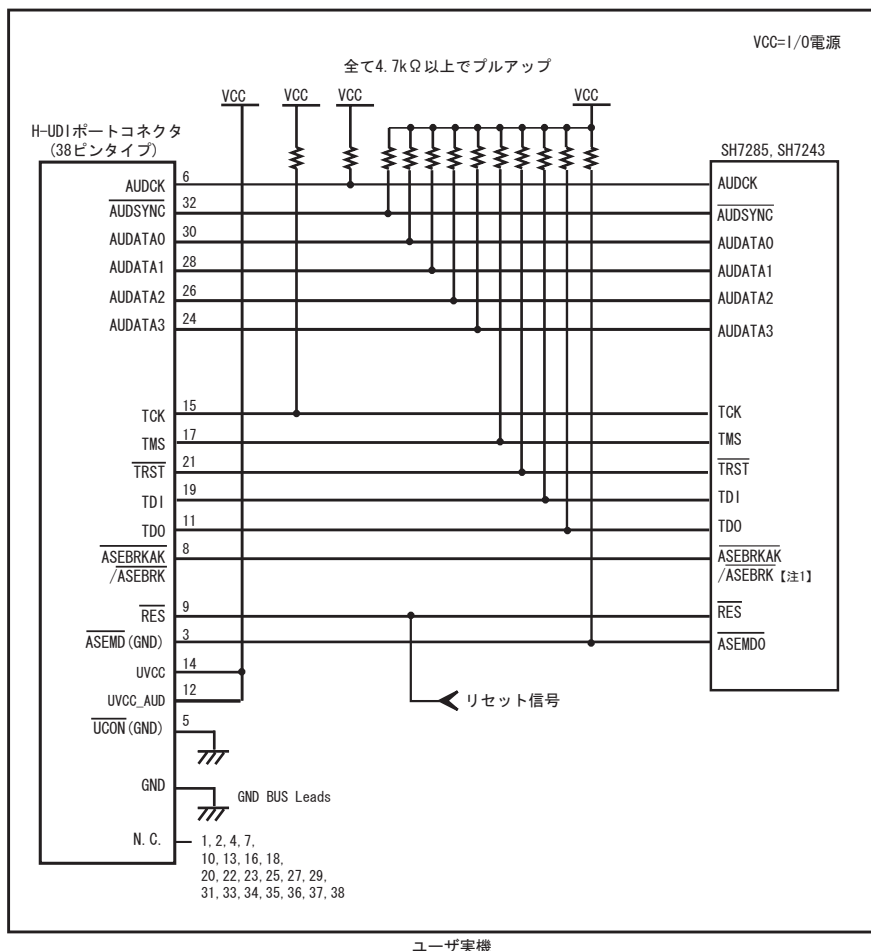

図 1.10 E10A-USB 使用時の H-UDI ポートコネクタ - チップ間の推奨接続例(38 ピンタイプ)
E10A-USB エミュレータ使用時の H-UDI ポートコネクタ(38 ピンタイプ)とチップ間の推奨接続例を図 1.9、図 1.10 に示します。
7. 図 1.9、図 1.10 に記載されている抵抗値は、参考値です。
- 図1.10の回路を組んだ場合のE10A-USBエミュレータのスイッチ設定：SW2=1, SW3=1